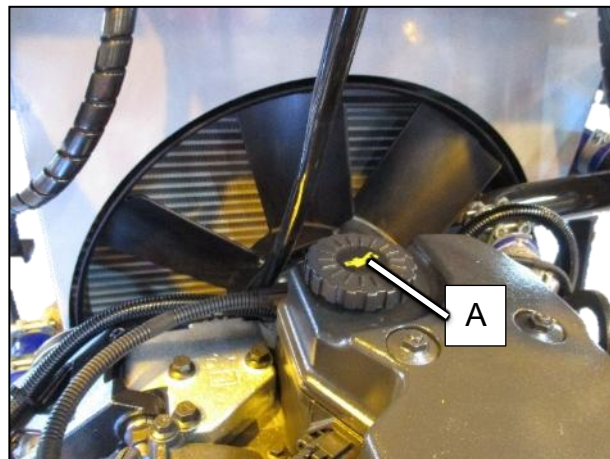

Abbildung 182 Einfüllstutzen Motoröl
2. Geeignetes Motorenöl am Einfüllstutzen A oder B, siehe Abbildung 182, einfüllen. Auf Sauberkeit achten! **Hinweis:** Trichter benutzen.